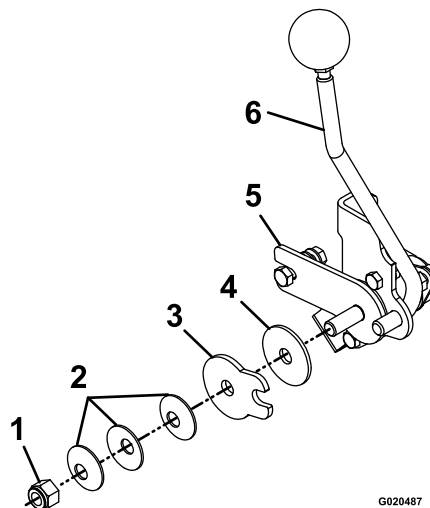

Figure 55
3. Pour régler la tension, réglez l'écrou de pivot situé au bout de l'arbre de commande de déplacement, devant la console droite (Figure 55).